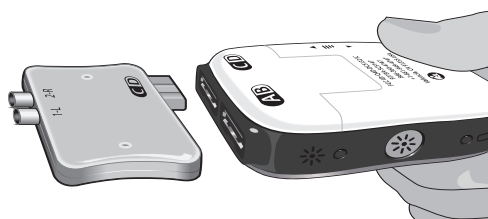

Figure 8 : Connexion de l'adaptateur de SEE au stimulateur d'essai externe 2
3. Connectez l'adaptateur de SEE à la prise du stimulateur d'essai externe 2 portant l'étiquette « CD » (Figure 8).